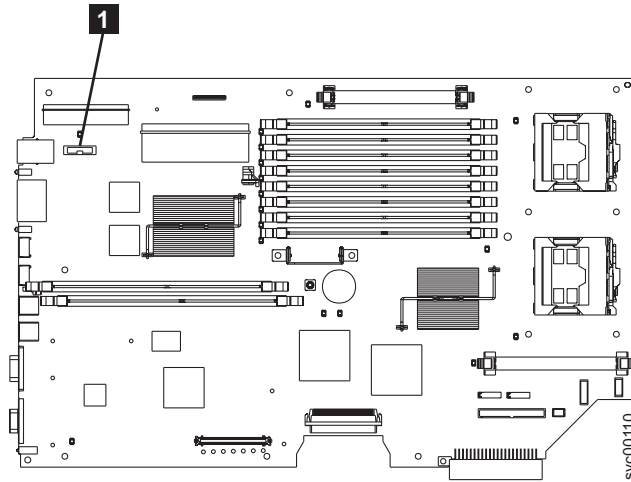

図 139. SAN ボリューム・コントローラー 2145-8F2 上の CMOS バッテリーの位置
1. 新しいバッテリーをバッテリー・ソケットに挿入します。486 ページの図 139 には、バッテリー・ソケットのロケーション (1) を記載してあります。